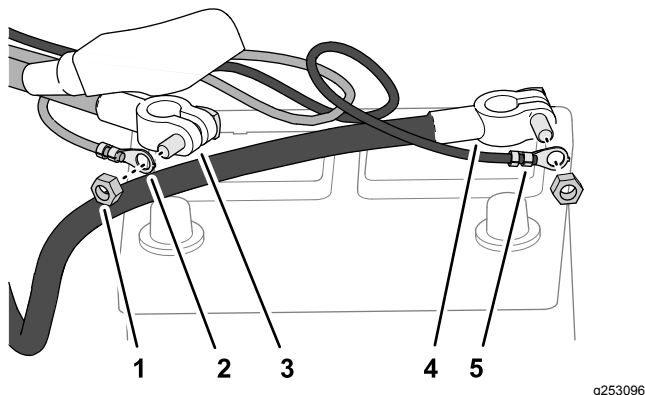

図 15
1. バッテリーケーブルのプラス端子とマイナス端子で、クランプボルトの短い側のクランプナットを外す 図 15。
2. 電源ハーネスのリング端子のうちで、黒線の付いている端子を、バッテリーのマイナスケーブルにクランプナットで固定する 図 15。
3. 電源ハーネスのリング端子のうちで、赤線の付いている端子を、バッテリーのプラスケーブルにクランプナットで固定する 図 15。